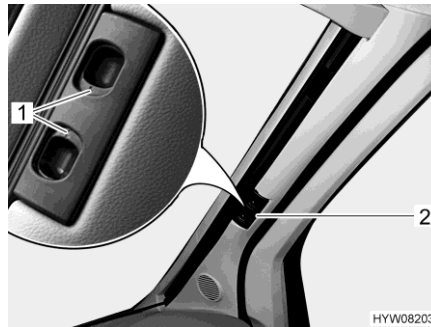

Bild 24 Plisségardin (vindruta)
- Tryck in låshandtagen (Bild 24,1) och håll dem intryckta.
- Håll plisségardinerna för vindrutorna i handtaget (Bild 24,2) och dra dem mot fönstrets mitt.
- Skjut de två hälfterna av plisségardinerna för vindrutorna utåt så långt det går, ta tag i handtaget (Bild 24,2). Dra upp handtaget till samma höjd som låsspåret.
- Släpp låshandtagen (Bild 24,1) och låt dem haka fast.